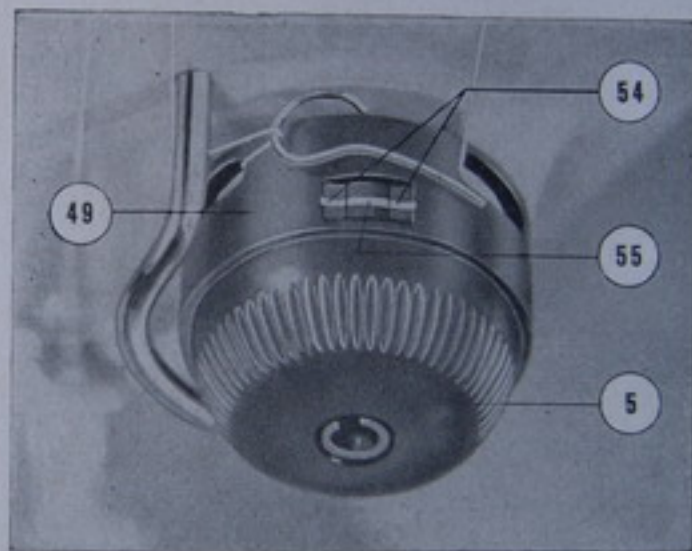

Fig. 13
La parte superior del cuerpo del tensor 49 (Fig. 13), está provisto de una mirilla que lleva de cada lado una marca indicadora en blanco 54. A la altura de la mirilla, la tuerca del regulador de tensión 5 lleva un anillo o índice 55 en blanco y visible por la mirilla.
- 6 — Regule la tensión del hilo superior 5, situando el índice 55 próximo al indicador 54 (FIG. 13).